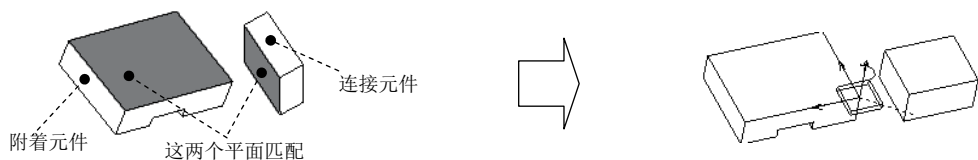

图 13.2.5 平面 (Planar) 接头
平面接头如图 13.2.5 所示, 平面接头的连接元件既可以在一个平面内移动, 也可以绕着垂直于该平面的轴线转动。
(1) 在操控板的约束集列表选取 平面 选项。
(2) 单击操控板菜单中的 放置 按钮。
(3) 选取“平面”约束的参考。选取图 13.2.5 中的两个表面以将其匹配。